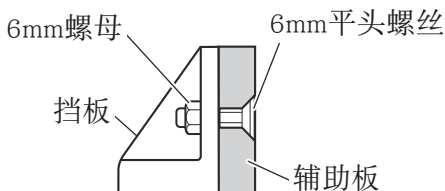
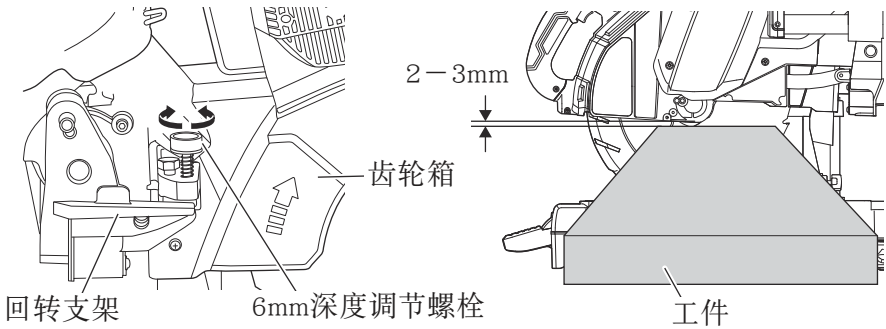

图23
图24
6. 切割大工件（图23, 图24）
根据工件高度的不同，可能会出现无法进行完整切割的情况。此时，借助挡板面上的7mm孔（每侧各有两个孔），使用6mm平头螺丝和6mm螺母安装辅助板。（图23）关于辅助板厚度，参见“规格”。
如需调节锯条的下限位置，请遵照图24 所示的第（1）步。